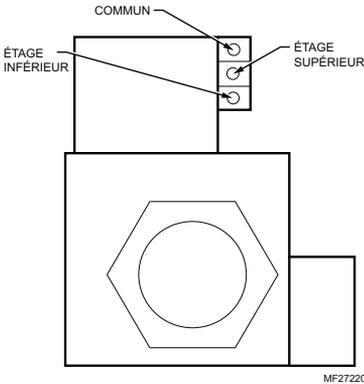

Fig. 4. Connexions de câblage typiques.
3. Brancher le circuit du régulateur sur les bornes du régulateur. Voir les Fig. 4 et 5 pour connexions typiques des bornes et de câblage.
3. Avec un voltmètre c.a., mesurer le long des bornes C et Bas (Low) du régulateur. Voir la Fig. 4 pour l'emplacement des bornes.